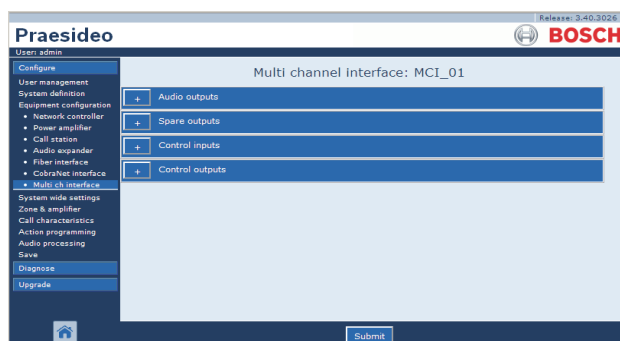

figura 44.22: Configurar uma interface de vários canais, passo 2
- 2 Clique no nome da interface de vários canais que pretende configurar. Aparece um ecrã semelhante ao da figura 44.22 na moldura principal da interface da Web.